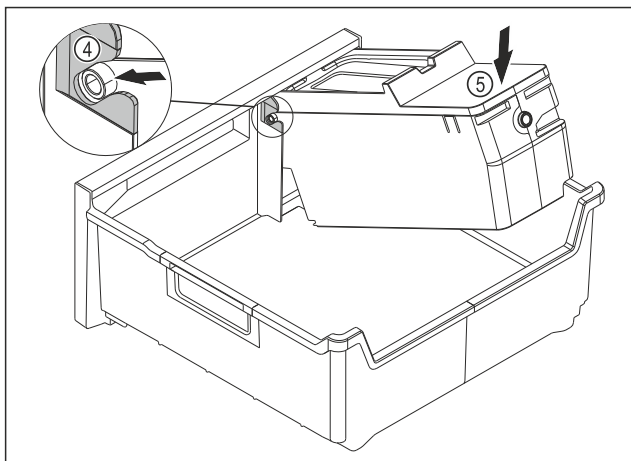

Fig. 82
- ▶ Montaż korpusu EasyTwist-Ice: Wsunąć osie korpusu EasyTwist-Ice w prowadnice Fig. 82 (4).
- ▶ Docisnąć korpus EasyTwist-Ice Fig. 82 (5) z tyłu do dołu.